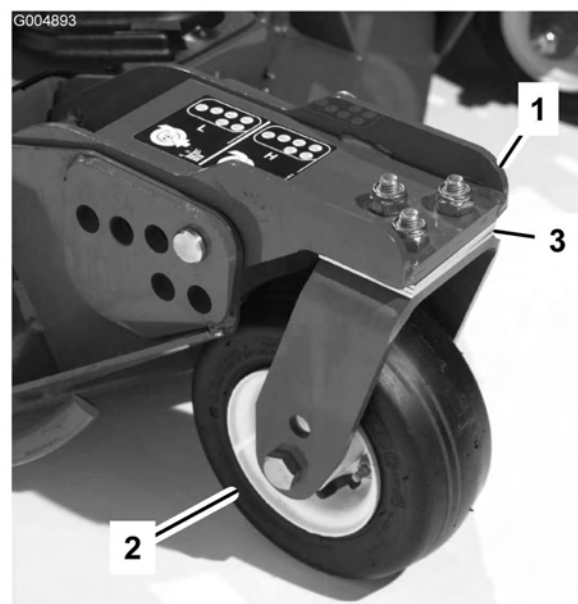

Figure 77
1. Enlevez les vis et écrous de fixation de la roue pivotante à la fourche (Figure 77).